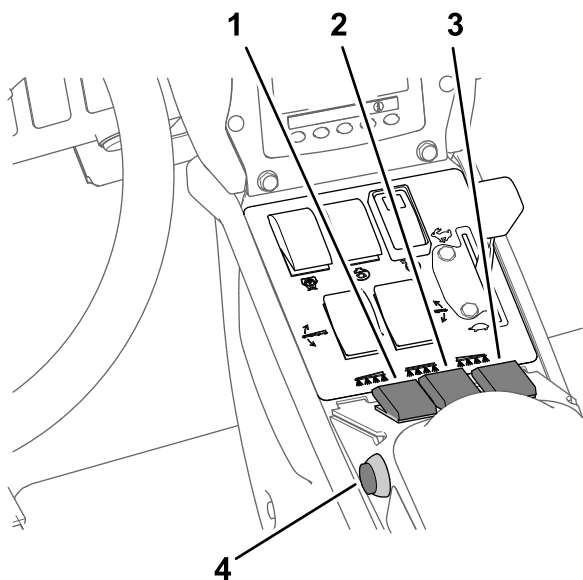

Figure 29
7. Placez le(s) interrupteur(s) de section en position ACTIVÉE (Figure 29).
10. Conduisez à la vitesse voulue, puis réglez la commande générale des sections en position MARCHÉ pour commencer la pulvérisation (Figure 29).
- Placez la commande générale des sections en position ARRÊT; voir Figure 29 sous Pulvérisation en mode débit d'application (page 35).
7. Placez les interrupteurs des sections individuelles en position ACTIVÉE; voir Figure 29 sous Pulvérisation en mode débit d'application (page 35).
9. Conduisez à la vitesse voulue puis réglez la commande générale en position MARCHÉ pour commencer la pulvérisation; voir Figure 29 sous Pulvérisation en mode débit d'application (page 35).